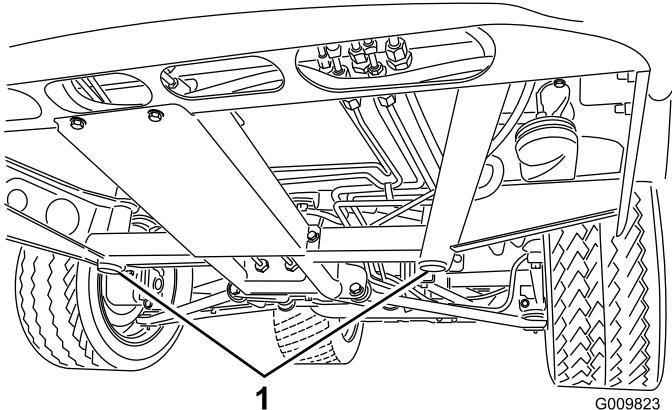
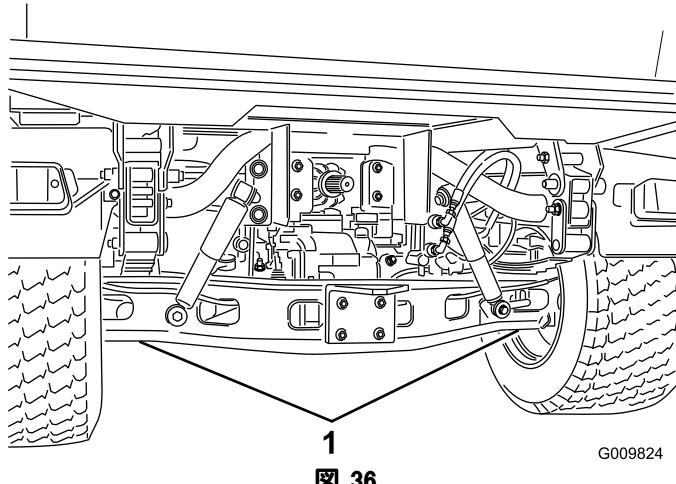

図 35
図 36
- ・ 車両前部のジャッキポイントは前中央のフレームサポート（図 35）、後部のジャッキポイントはアクスル下（図 36）にある。